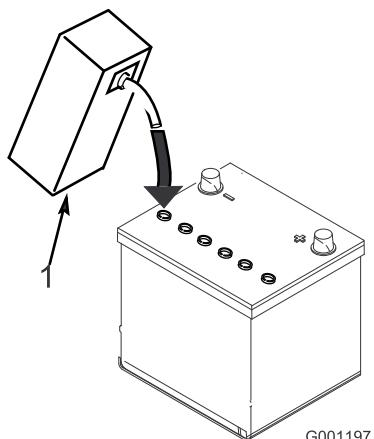

図 22
2. 各セルに慎重に電解液を満たす。電極板が6 mm程度水没するぐらいが適当（図 22）。
3. 電極板が液を吸収するまで20~30分間程度待つ。必要に応じて、電極板が 6 mm程度水没するぐらいに電解液を補充する（図 22）。